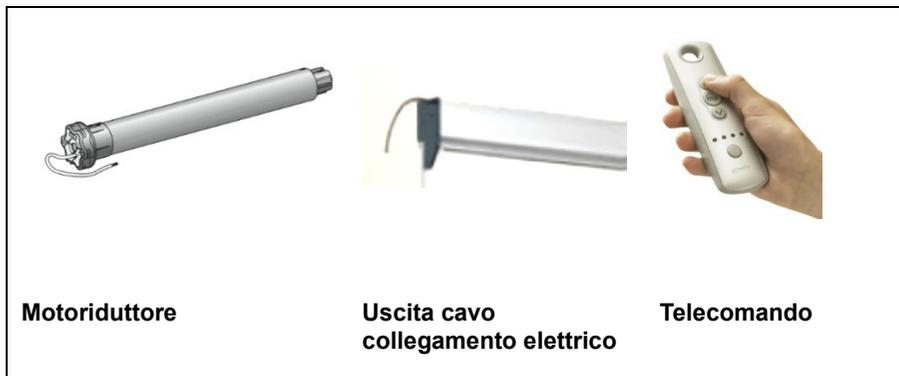

Figura 3
Motoriduttore: motore elettrico con fincorsa meccanici e comando manuale (pulsante non fornito) o comando RTS (vedi figura 3 a pag.8).
- Completare il montaggio collegando il motoriduttore e regolando il fincorsa se è presente un fincorsa meccanico (figura 3).